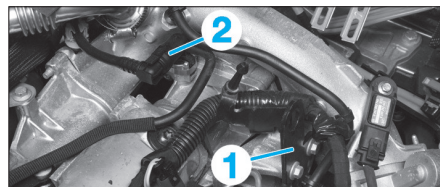

FIG. 18
- Déposer la patte de fixation (1) (Fig.18).
- Dégraffer le tuyau de dépression (2) de la pompe à vide.